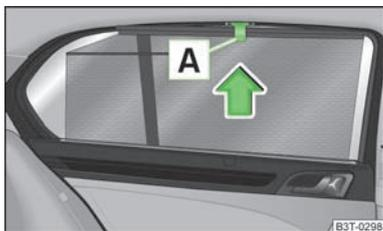

Fig. 48
► Puxe a cortina deslizante pela pega **A** » Fig. 48 e prenda-a nos suportes na aresta superior da porta.